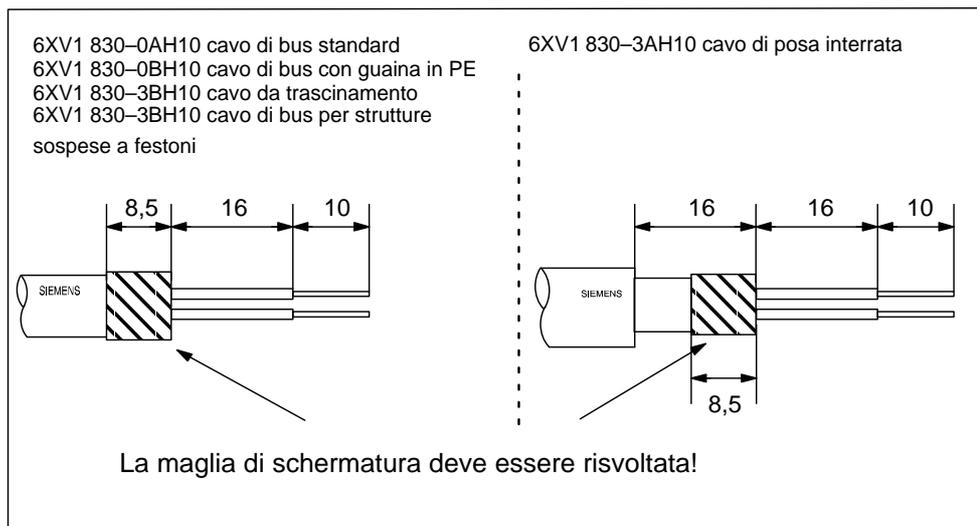

Figura 5. 9: Lunghezza su cui togliere l'isolamento per l'allacciamento al repeater RS 485
2. Togliere l'isolamento del cavo PROFIBUS in base alla Figura 5. 9.